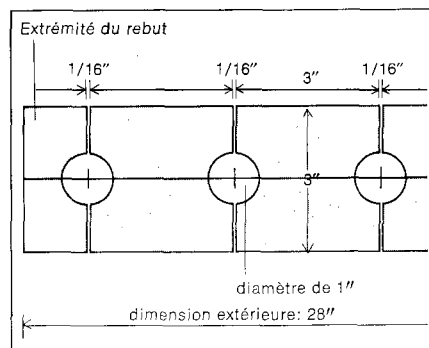

Fig. 2. Tracez le devant des boîtes sur une feuille de contre-plaqué.
Tracez sur une feuille de contre-plaqué les devants de boîtes (1) espacés de 1/16" pour les traits de scie (Fig. 2). Perforez des trous de 1" de diam. au centre de chaque ligne. Découpez et rabotez les devants, les côtés (2) et le fond (3) des boîtes. Assemblez-les en fixant les côtés à 1/2" du bord des fonds. Collez et clouez les devants et les fonds aux côtés. Découpez les couvercles dans une plaque de liège ou de contre-plaqué. Découpez le fond des couvercles (4) aux dimensions des boîtes, puis le dessus (5) et collez-les ensemble. Laissez sécher. Posez en place et poncez le bord des couvercles jusqu'au ras des boîtes.